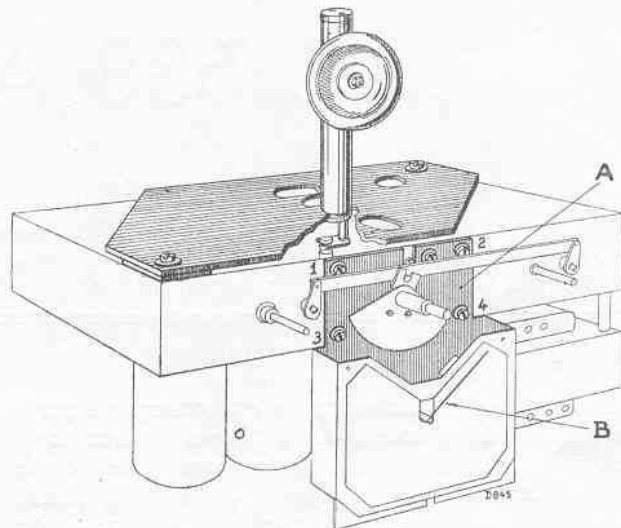

Fig. 1
3. Une plaque de réglage avec pincettes de réglage (fig. 1).
2. Mettre la plaque de réglage (fig. 1, repère A) dans la position médiane.